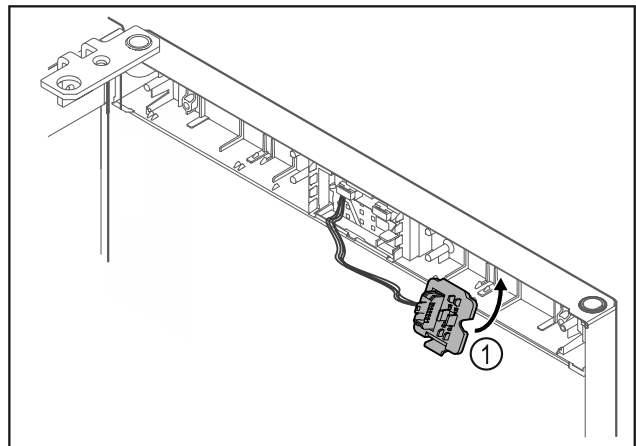

Fig. 24
- Κουμπώστε το στήριγμα του φιν Fig. 24 (1) στην απέναντι πλευρά.